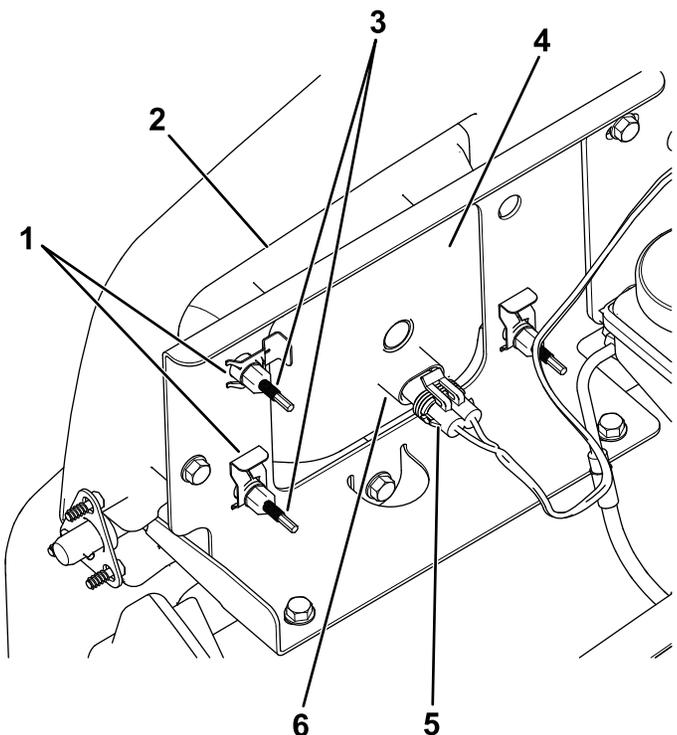

Figura 48
3. Desligue o conector elétrico para a cablagem do conector do conjunto da lâmpada (Figura 48).
4. Retire os cliques rápidos que fixam o farol ao respetivo suporte (Figura 48).
5. Retire o conjunto do farol movendo-o para a frente através da abertura no pára-choques dianteiro (Figura 48).
6. Instale o novo farol através da abertura no pára-choques (Figura 48).
8. Ligue o conector elétrico para a cablagem ao conector do conjunto da lâmpada (Figura 48).
5. Na parte traseira do conjunto de faróis, rode os parafusos de ajuste (Figura 48) para inclinar o conjunto dos faróis e alinhar a posição do feixe.